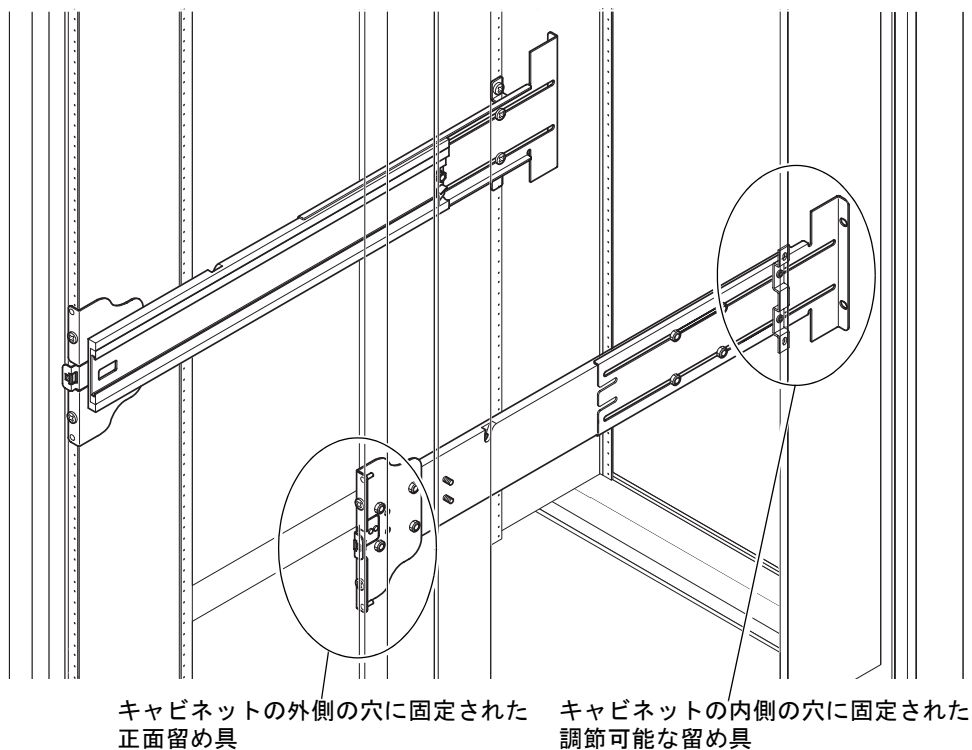

図 1-4 Sun Fire キャビネットでのレールの取り付け
1. 正面留め具のピンをキャビネットの 22 番と 33 番の穴に差し込みます (図 1-4)。留め具が固定されるまで、このピンが適切な位置で留め具を支えています。
1. 正面留め具のピンをキャビネットの 58 番と 69 番の穴に差し込みます (図 1-4)。留め具が固定されるまで、このピンが適切な位置で留め具を支えています。